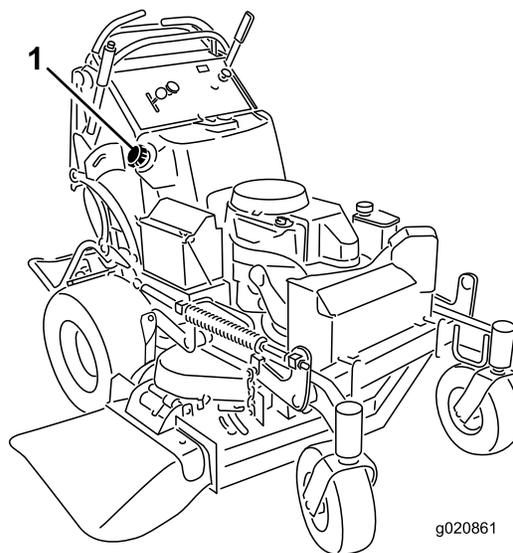

図 48
3. 燃料タンクにごみが入るのを防止するために、キャップ 図 48 の周囲をきれいに拭く。
6. サイホンポンプを使って燃料タンクから燃料を抜き出す 図 48。